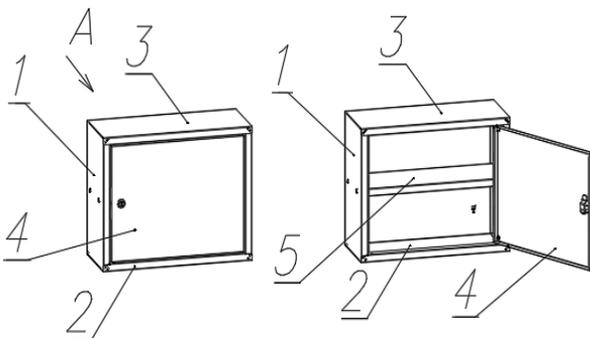

Рис. 1. Описание антреселей
- 3.1. Антресель (см. рис. 1) состоит из: 1 - боковин; 2 - дна; 3 – верхней крышки; 4 - дверей; 5 – Полок (устанавливается 1 полка на зацепы (язычки) в боковинах. **Поставка антреселей осуществляется в собранном виде.**